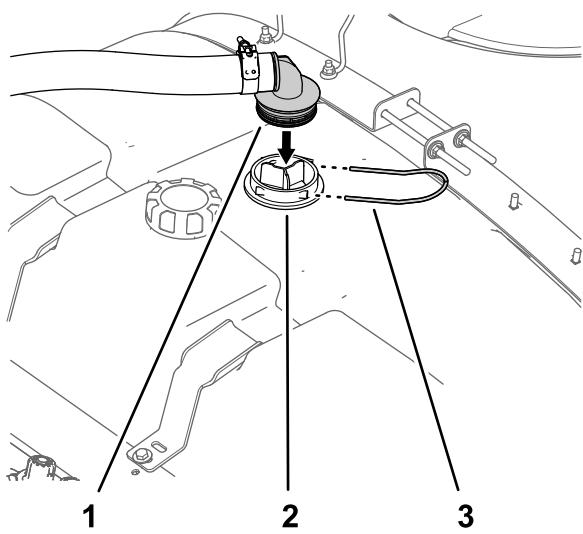

Bild 15
- Fluchten Sie das gezahnte 90°-Anschlussstück des Zulaufschlauchs mit dem Gehäuse des Saugsiebs aus (**Bild 15**).